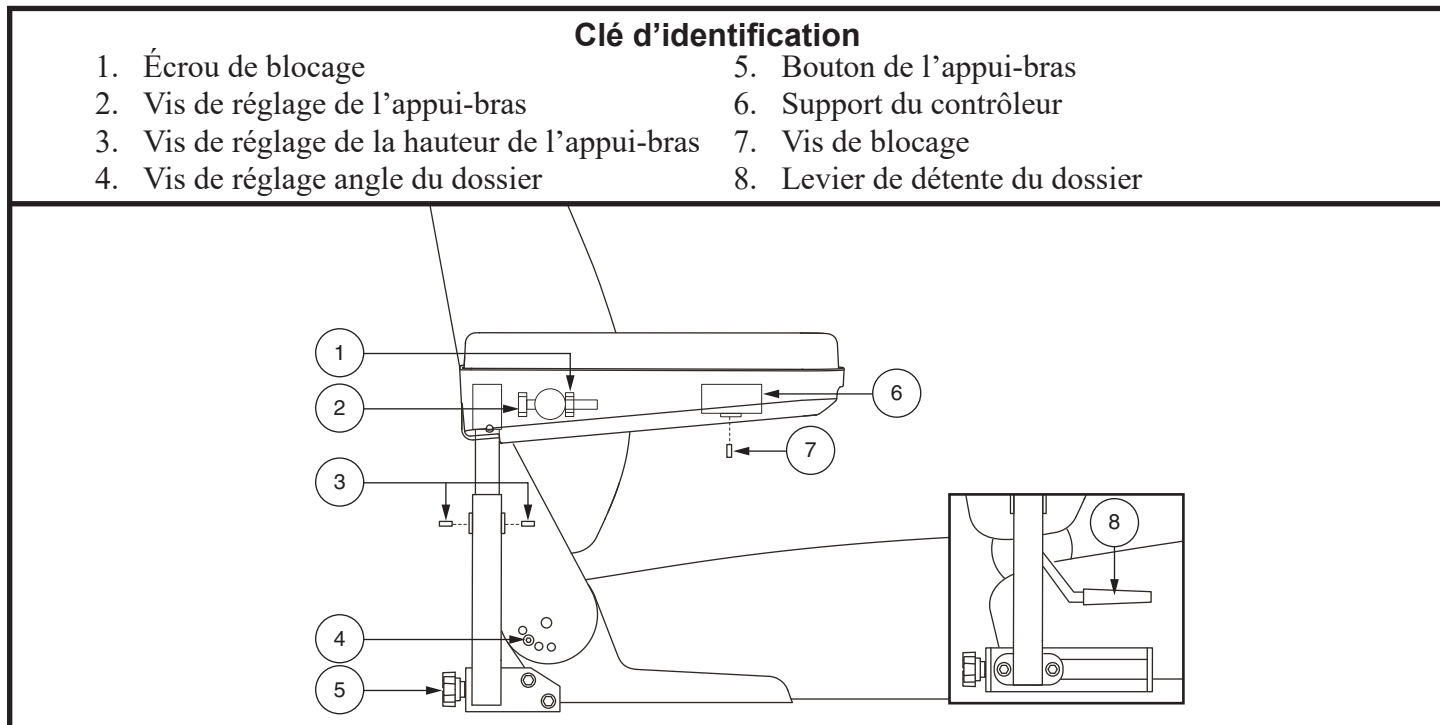

Figure 12. Réglages des appuis-bras et du dossier
Si votre fauteuil motorisé est équipé d'un siège à dossier inclinable, vous pouvez ajuster l'angle du dossier en utilisant le levier de détente du dossier. **Voir la figure 12.**
1. Relevez l'accoudoir perpendiculaire au plancher. **Voir la figure 12.**
1. Desserrez la vis de réglage sur le support d'accoudoir. **Voir la figure 12.**
3. Desserrez la vis de réglage sous l'accoudoir. **Voir la figure 12.**
5. Desserrez la vis de blocage. **Voir la figure 12.**